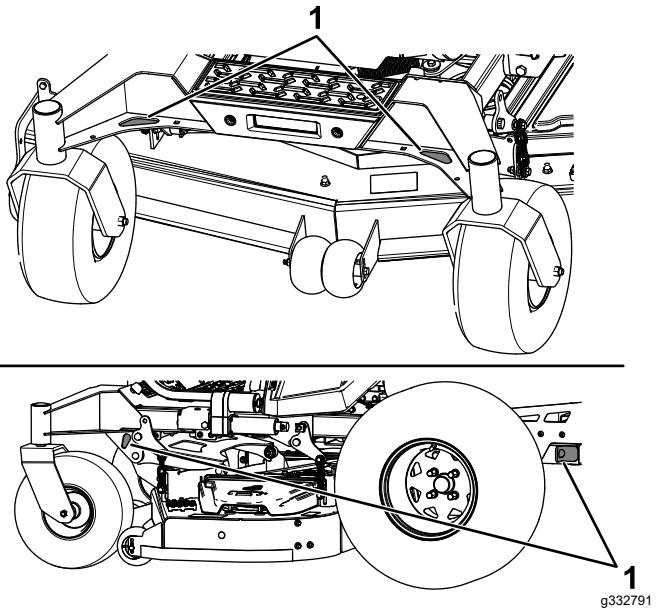

Figure 47
6. Arrimez la machine près des roues pivotantes avant et du cadre arrière à l'aide de sangles, chaînes, câbles ou cordes (Figure 47). Reportez-vous à la réglementation locale concernant les exigences en matière d'arrimage.